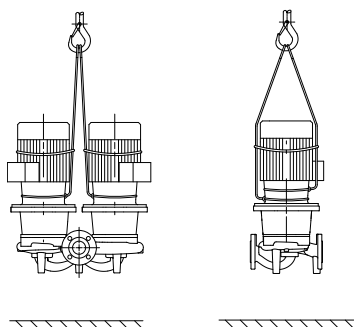

Fig.6: Transportul pompei
- Inelele de prindere de la motor servesc numai ca ghidaj la ridicarea sarcinii. (fig. 6).